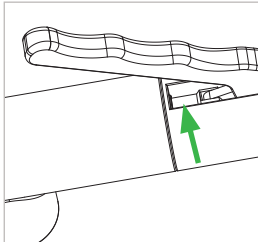

Abbildung 17
- ▶ Geben Sie einen kurzen Sprühstoß mit dem Zielröhrchen auf den Gabelkopfstift (Pos. 3) (*Abbildung 17*).